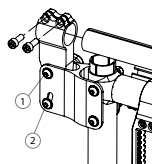

Fig. 12
- Desserrez la vis (1) et enlevez la vis (2) du mécanisme d'ajustement (Fig. 12).
- Réinstallez la vis (2) et serrez fermement les deux vis du mécanisme.